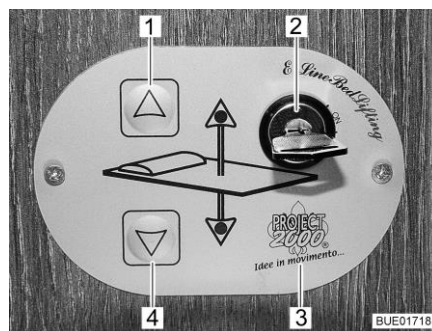
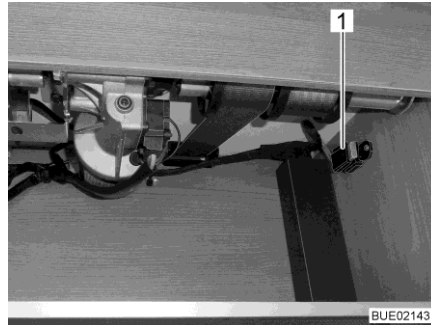

Fig. 144 Commande
Fig. 148 Fusible
Commande Les touches (Fig. 144,1 et 4) sur l'unité de commande (Fig. 144,3) permettent d'abaisser ou de relever le lit escamotable. L'interrupteur à clé (Fig. 144,2) permet de protéger l'unité de commande contre toute utilisation non autorisée.
- Tourner la clé de 90° dans le sens des aiguilles d'une montre dans l'interrupteur à clé (Fig. 144,2). L'unité de commande (Fig. 144,3) est activée.
- Appuyer sur la touche fléchée (Fig. 144,4) et la maintenir pressée jusqu'à ce que le lit escamotable ait atteint la position désirée vers le bas.
- Appuyer sur la touche fléchée (Fig. 144,1) et la maintenir pressée jusqu'à ce que le lit escamotable ait atteint sa position finale supérieure.
S'il n'est plus possible de déplacer le lit escamotable avec les touches fléchées (Fig. 144,1 et 4), contrôler d'abord le fusible dans le meuble haut arrière (Fig. 148,1). Si le fusible n'est pas défectueux mais qu'il n'est toujours pas possible de déplacer le lit escamotable, ce dernier peut l'être manuellement.